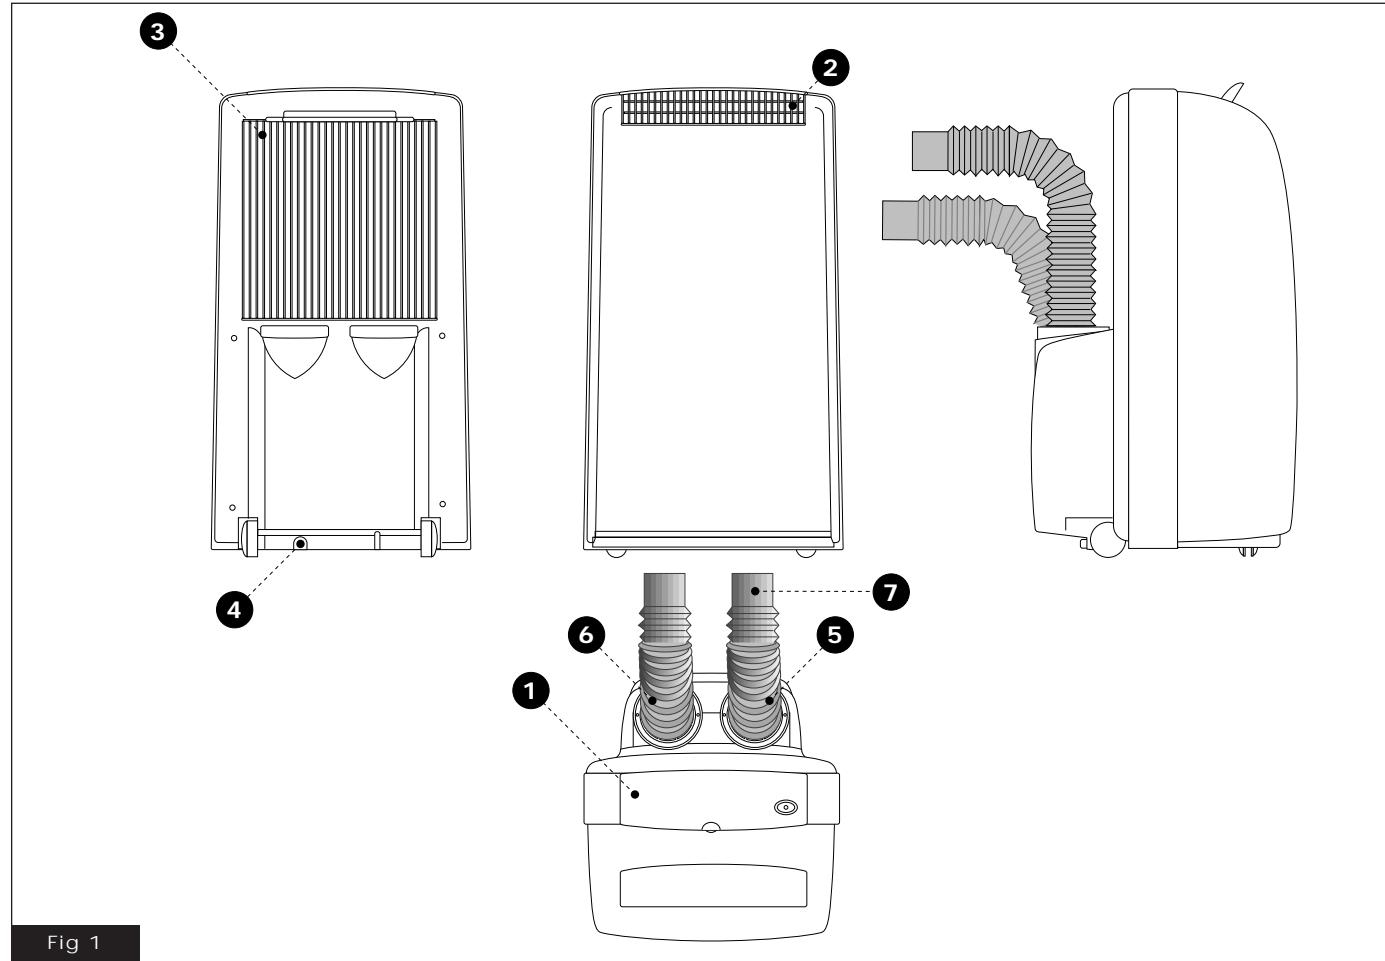

Fig 1
- Assicuratevi che tende o altri oggetti non ostruiscano il filtro di aspirazione (fig 1 - 3) posto sullo schienale.
- Se il climatizzatore, nonostante sia normalmente alimentato, si arresta completamente, prima di rivolgervi a un Centro di assistenza, provate a drenare l'acqua togliendo il tappo di svuotamento della condensa (fig 1 - 4). Se l'inconveniente si ripete rivolgetevi a un Centro di assistenza.
- Vous assurer que le filtre d'aspiration (Fig.1 - 3) se trouvant à l'arrière ne soit pas bouché par des rideaux ni pas des objets quelconques.
- Dans le cas où le climatiseur s'arrêterait complètement bien que son alimentation soit correcte, éliminer la condensation en levant le bouchon de vidange (Fig.1 - 4) avant de vous adresser au SAV. Si l'inconvénient se répète, vous adresser au SAV.